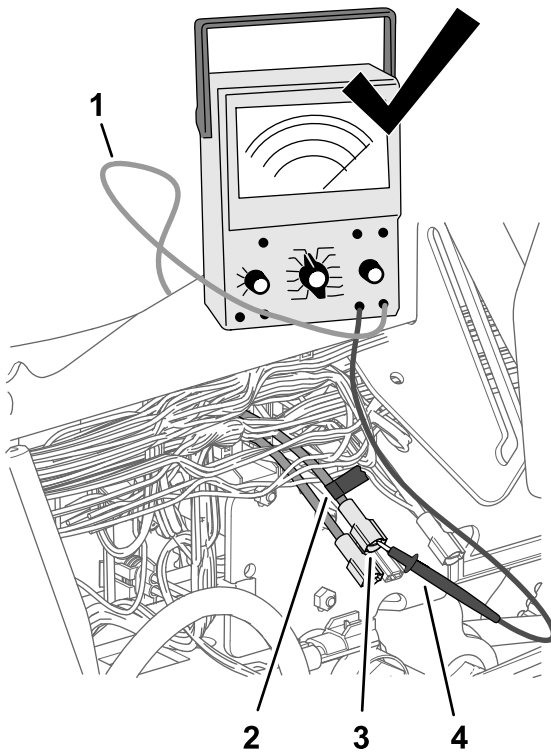

Figure 188
4. Avec un morceau de ruban adhésif, repérez le connecteur et le fil que vous avez identifié à l'opération 3 (Figure 188).